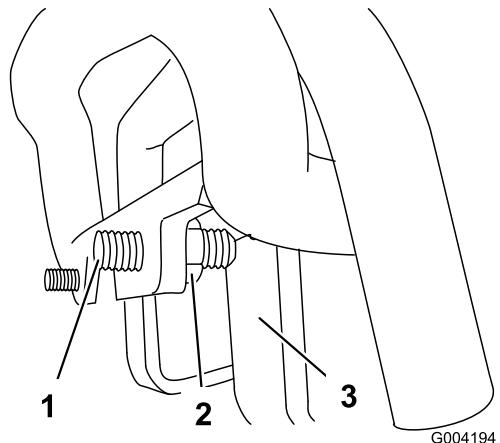

Bild 53
3. Falls die Zugmaschine nach **links** zieht, lockern Sie die **rechte** Klemmmutter und stellen Sie die Spurweiten-Stellschrauben vorne am Fahrantrieb ein (Bild 53).
4. Falls die Zugmaschine nach **rechts** zieht, lockern Sie die **linke** Klemmmutter und stellen Sie die Spurweiten-Stellschrauben vorne am Fahrantrieb ein (Bild 53).